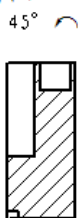

图 10.3.13 旋转视图
(7) 旋转视图。右击剖视图 **B-B**，然后在系统弹出的快捷菜单中取消选中  **属性** 命令，在弹出“高质量视图属性”对话框中单击 **常规** 选项卡，然后在 **旋转角度 (R):** 文本框中输入 45；单击 **标题** 选项卡，然后单击 **属性** 区域 **旋转角 (XVR) (R):** 文本框后面的  按钮，并选中“显示”复选框 ☒。单击 **确定** 按钮，结果如图 10.3.13 所示。